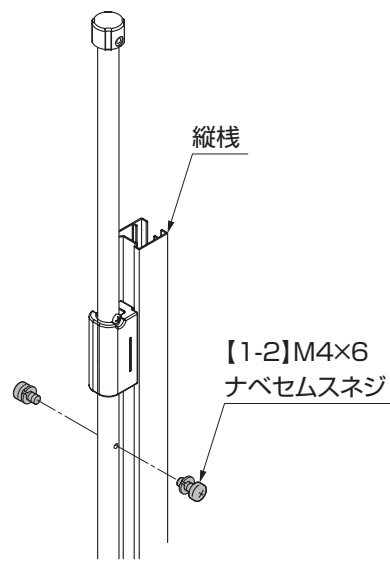

図6-4
②落とし棒を落とし棒ホルダーに挿入した後、【1-2】を落とし棒の両サイドからネジ止めしてください。(図6-4参照)